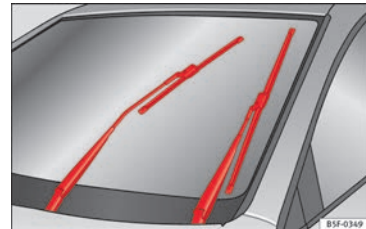

Bild 72 Torkare i serviceläge
- Slå på och av tändningen (inom ca 9 sekunder), tryck ner spaken till vindrutetorkaren (kort torkning). Vindrutetorkarna flyttar sig då till serviceläget » bild 72.